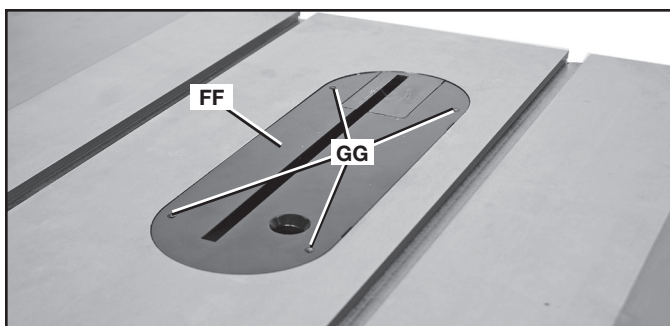

FIG. 25
La placa para ranuras (FF), Fig. 25, debe nivelarse a la altura del banco de la sierra. Si la placa para ranuras no está nivelada con el banco de la sierra, ajuste la placa con cuatro tornillos de sujeción (GG). Baje o levante los tornillos de sujeción lo necesario para alinear la placa para ranuras con el banco de la sierra.
1. Retire la placa para ranuras (FF), Fig. 25.